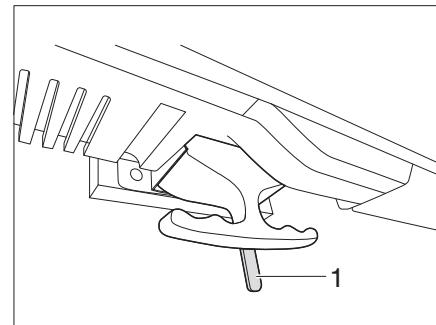

Fig. 142 Pantalla plana desbloqueo
- Mover la palanca (Fig. 142,1) a la izquierda.
- Mover la palanca (Fig. 142,1) hasta el centro.